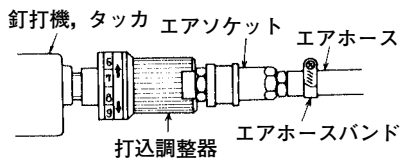

図 20
打込調整器(図6-①)は、釘打機・タッカのハンドル部に取付け手元で簡単に打ち込み深さの調整をするものです。(図20)